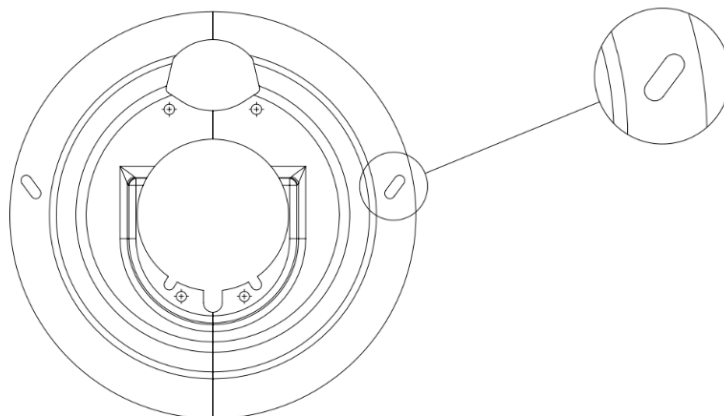

FIGURA 8: VISTA DO TAPA-PÓ CONTENDO ABERTURA PARA INSPEÇÃO DA LONA DE FREIO.
- Controlar periodicamente o desgaste das lonas de freio, através dos rasgos existentes nos tapa-pó. (FIGURA 8).